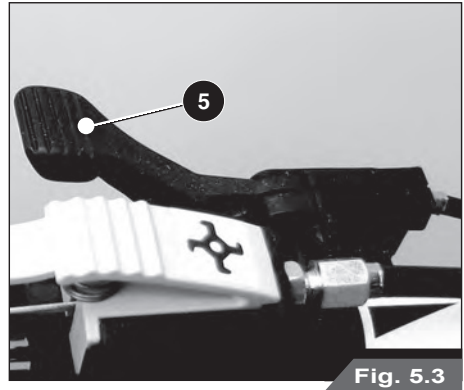
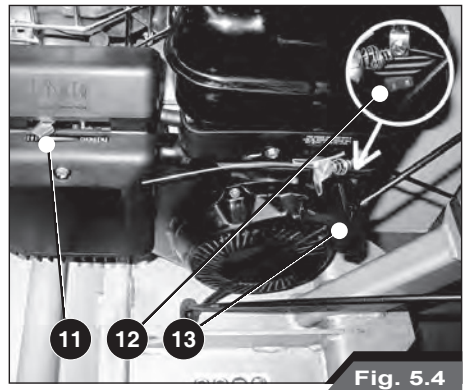

Fig. 5.3
Fig. 5.4
- Den Gashebel (5) in die mittlere Stellung bringen (Abb. 5.3)
- Den Schlegelmäher auf das Anlassen vorbereiten, indem bei Benzinmotoren der Starter-Hebel (11) betätigt wird. Das Gebrauchs- und Wartungshandbuch des Motors nachschlagen
- Den Motorschalter ON/OFF auf **ON** stellen (Abb. 5.4).
- Den Motoranlassgriff (13) greifen und sanft ziehen, damit das Ankuppeln der Klinkmechanik gefördert wird. Dann ziehen Sie kräftig an dem Griff, wobei Sie sich eventuell mit einem Fuß auf dem Rad abstützen, um kräftiger ziehen zu können. Diesen Vorgang so lange wiederholen, bis der Motor anläuft.